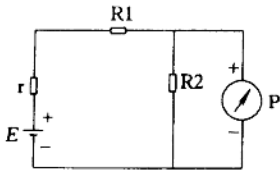

图 2-3 测量直流电压时表的连接方法
(1) 把万用表并接在被测电路中时,在测量直流电压时,应注意被测点电压的极性,正确的接法如图 2-3 所示,即把红表笔接电压高的一端,黑表笔接电压低的一端。如果不知被测电压的极性,可按前述测电流时的试探方法试一试,如指针向右偏转,则可以进行测量;如指针向左偏转,则把红、黑表笔调换位置,方可测量。